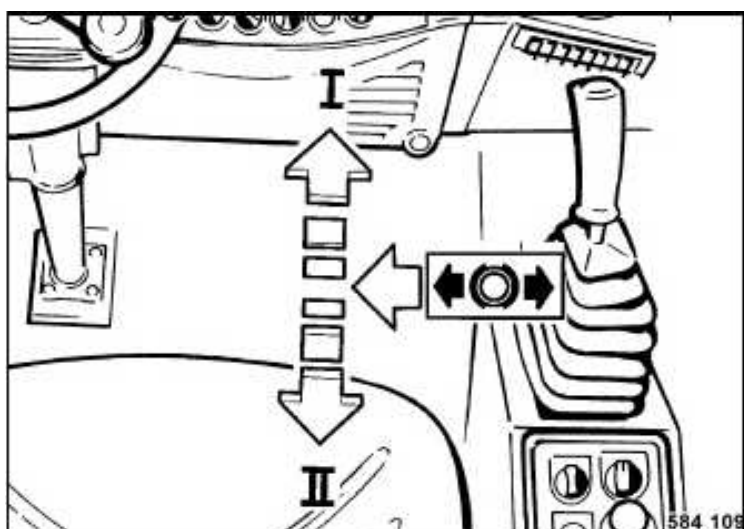

Fig. 50
- Desbloquear la palanca de marcha (Fig. 50) de la posición de frenado hacia la izquierda y